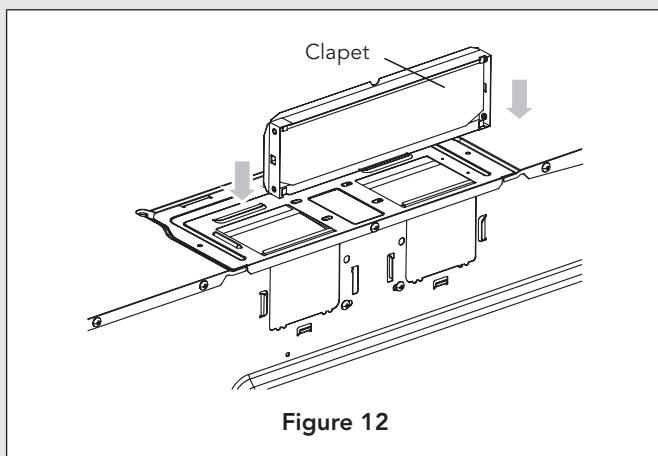

Figure 12
- Alignez précisément l'ouverture du four à micro-ondes et le clapet et fixez ce dernier à la plaque arrière en le glissant dans les guides de la plaque arrière. Voir les Figures 12 et 13.